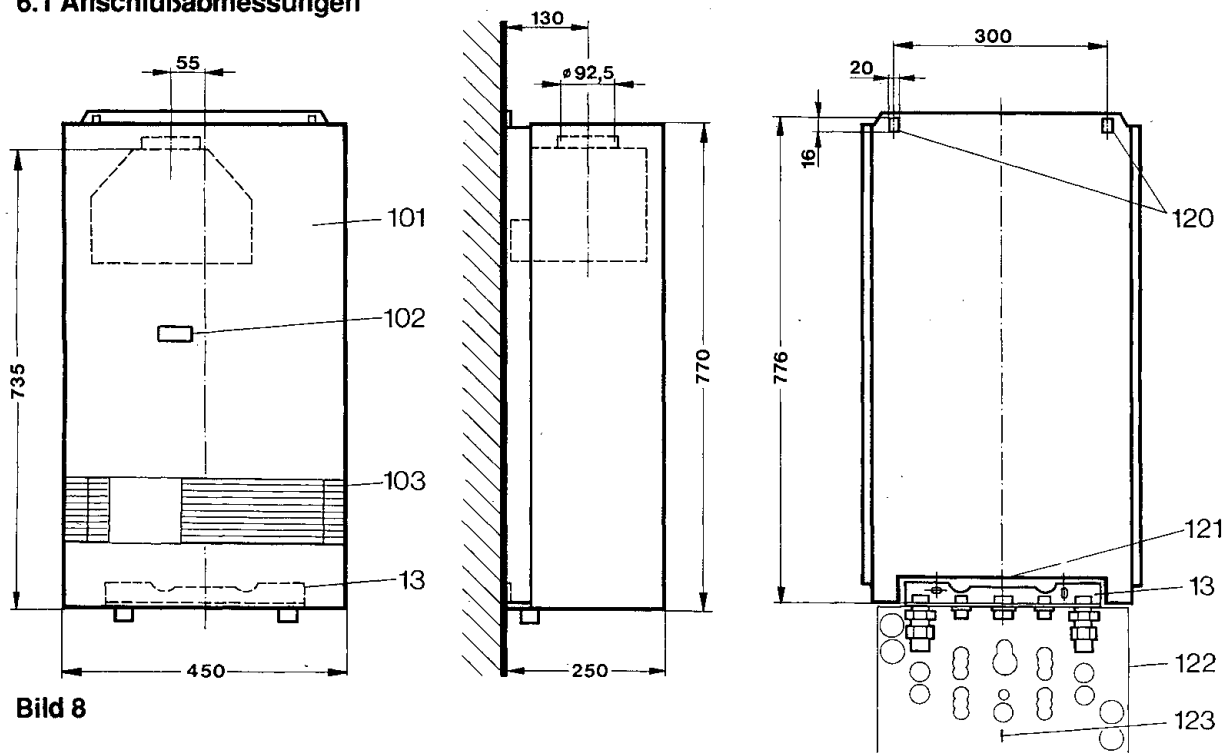

Bild 8
Sie ist zur Vorinstallation aller Rohrleitungen und dem Installationszubehör bei verputzter oder geflieseter Wand erforderlich. Mit der Montageschablone (122) Bild 8, Bestellnummer 8 719 918 020, werden bei Unterputzausführung die Rohranschlüsse (Endstutzenmontage) erstellt. Bei Flüssiggasgeräten Bohrung G 12 mm verwenden. Montageschablone vor Installation des Zubehörs und der Anschlußplatte entfernen.
Die Schrauben mit Zubehör liegen der Geräteverpackung bei. Die Lage der Bohrungen ist aus Bild 8 ersichtlich.